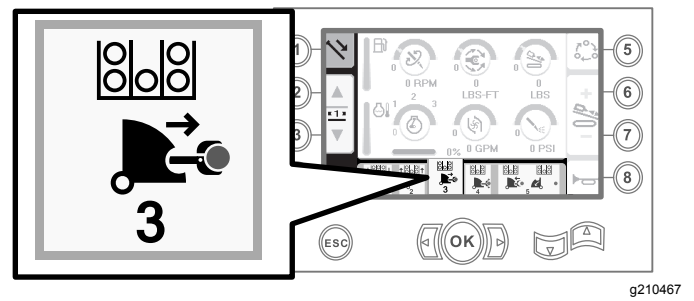

Figura 31
6. Suelte el interruptor basculante para continuar con el paso siguiente de la secuencia (Figura 31).